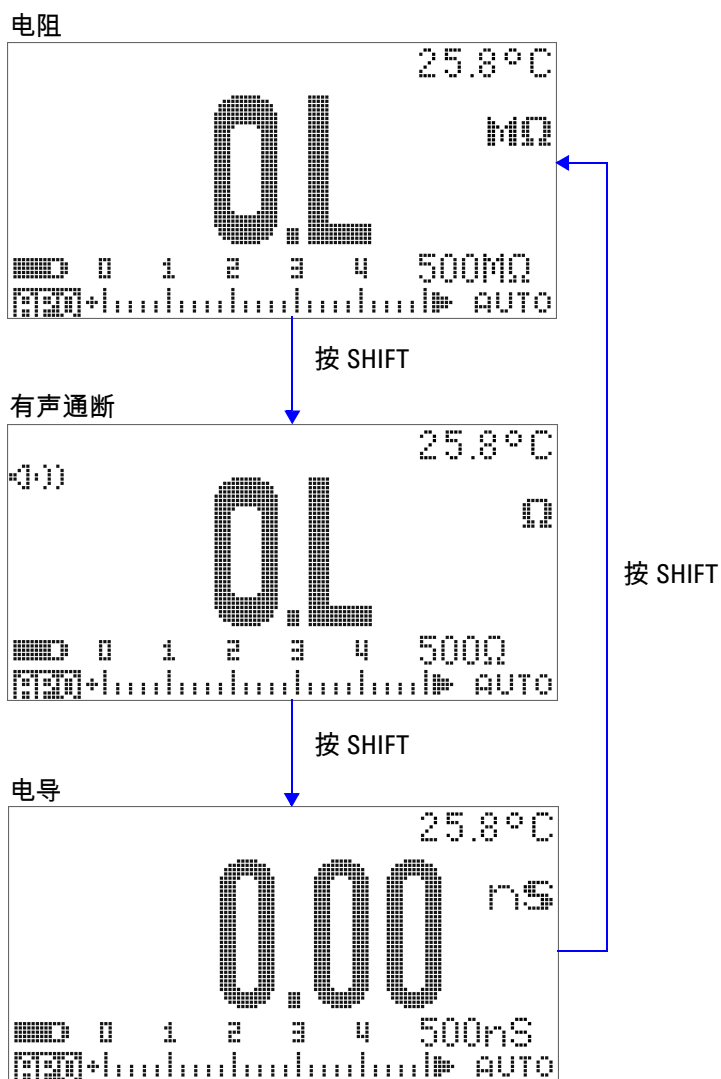

图 2-8 电阻、有声通断和电导测试
- 4 按  在有声通断测试 ( 或 )，具体情况取决于“Setup”配置)、电导测量 () 和电阻测量 (、 或 ) 之间滚动，如第 40 页上的图 2-8 中所示。